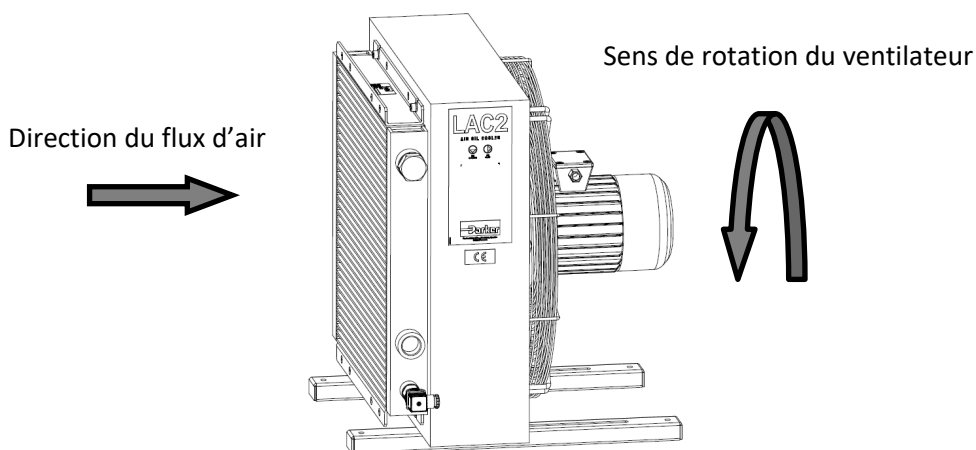

fig.18
6. Une fois en marche, vérifier que, quand le ventilateur se déclenche, le sens de rotation et le flux d'air correspondent au schéma de la fig. 18